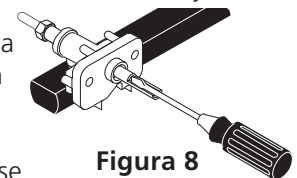

Figura 8
- b. El quemador se deberá encender en cuatro (4) segundos para un funcionamiento normal, después de que el aire haya sido purgado de la tubería de suministro de gas. Controle visualmente que el quemador se haya encendido.
10.4 Ajuste de la Posición LOW (BAJA) Para la Válvula del Quemador Superior (Figura 8)